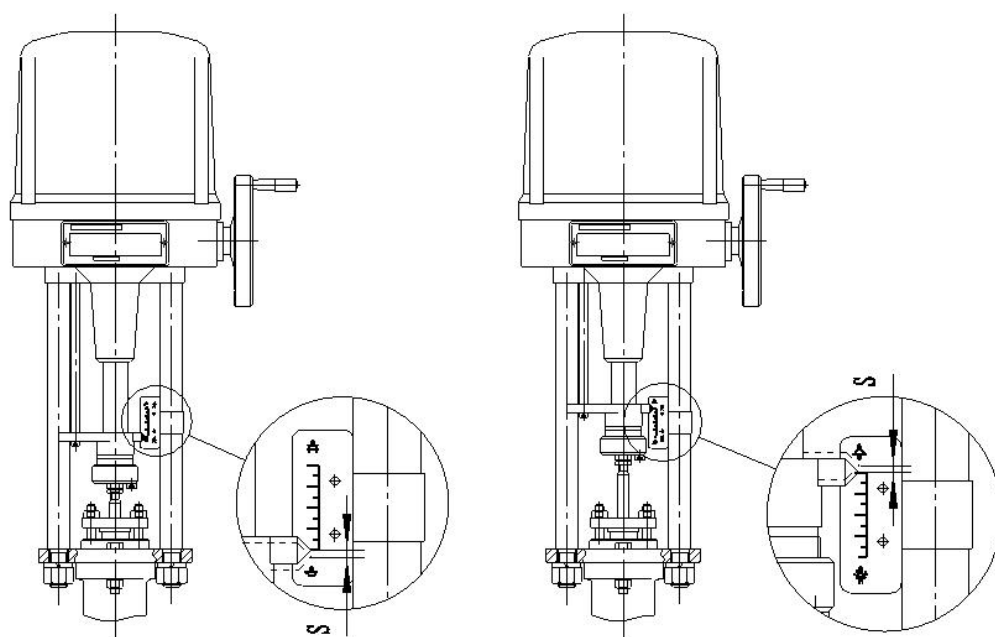

图 8 弹性行程[S]调整参考图
弹性行程[S]的调整按图 8 所示。现分别对正作用调节阀和反作用调节阀的弹性行程[S]调整方法作以下说明：
如图 8 中的“左图”所示；
如图 8 中的“右图”所示：
- 继续手操同方向使阀杆向下位移，蝶形弹簧被压缩到图 8 所示对应执行机构的数值时，保证所需的关断力，防止泄漏。